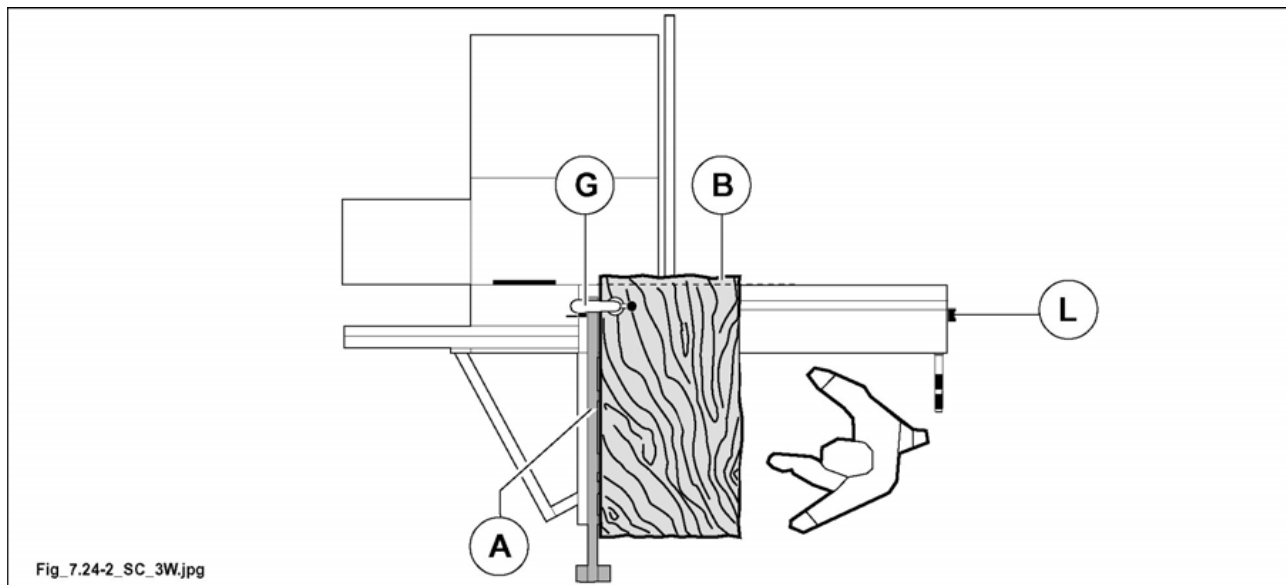

Fig. 7.24-2
- Styr vagnen till öppet läge enligt fig. 7.24-2 och lås med spaken (L fig. 7.24-2).
- Vrid träpanelen 90° och låt den renskurna sidan (A fig. 7.24-2) vila mot aluminiumhålllet. Spänn fast med gällande spännanordning (G fig. 7.24-2) och fortsätt med nästa skärning (B fig. 7.24-2).